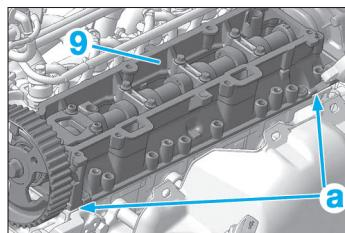

Fig. 47b
- le porte-arbre à cames (9) en utilisant les zones de décollement "a" (Fig.47b),
- les linguets à rouleaux (8).